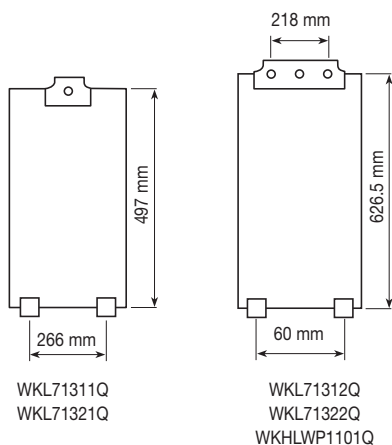

Fig. 5
Taladre orificios en la pared de acuerdo a la Fig. 5, coloque el perno con el expansor en el orificio superior y los taquetes de plástico en los orificios inferiores, monte el calentador de agua en el perno sin inclinarlo, posteriormente coloque los tornillos en los taquetes inferiores y ajústelos.
- Perfore la pared considerando las dimensiones del ducto y de acuerdo a como se detalla en la Fig. 5.